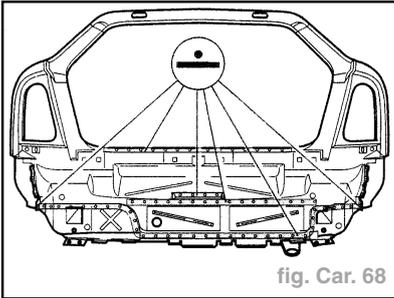

fig. Car. 68
- Souder la jupe, cordon de soudure par points (fig. Car. 68).